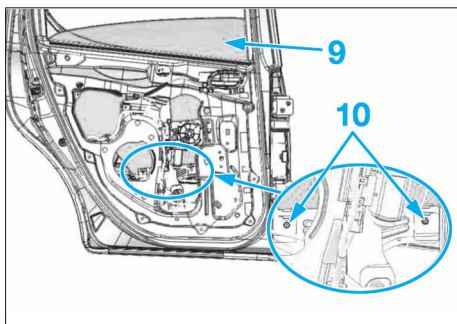

FIG. 69
- Déposer les vis de fixation (10) de la vitre (9) (Fig.69).